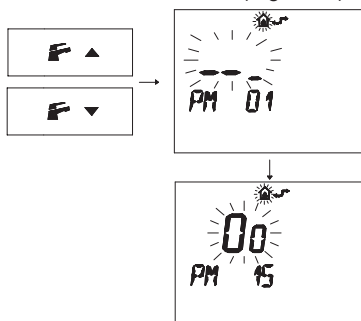

Fig. 5.51
- Premere i pulsanti F \blacktriangle o F \blacktriangledown per visualizzare la programmazione "PM15" abilitazione della sonda esterna (Fig. 5.51).